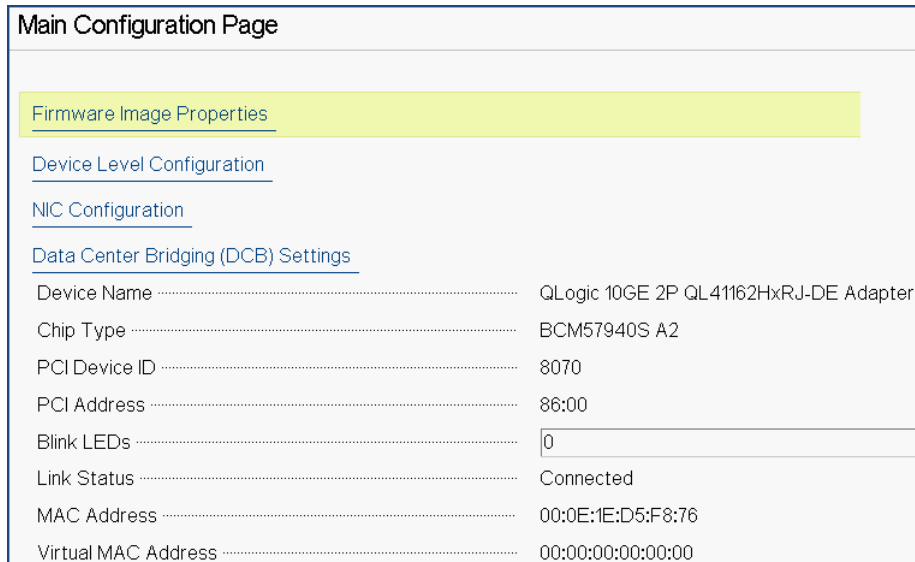
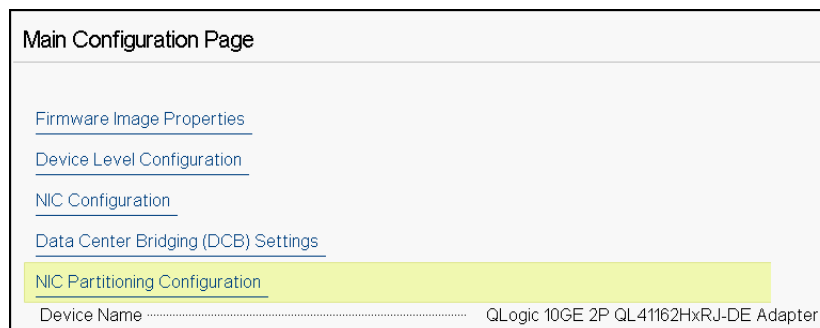

Figure 5-3. Page de configuration principale
Figure 5-4. Page de configuration principale, réglage du mode de partitionnement sur NPAR
La page de configuration principale (Figure 5-3) présente les options de gestion de l'adaptateur où vous pouvez définir le mode de partitionnement.
4. Sous **Configuration au niveau du périphérique**, définissez le **Mode de partitionnement** sur **NPAR** pour ajouter l'option **Configuration de partitionnement NIC** à la page de configuration principale, de la façon indiquée dans la Figure 5-4.
Dans la Figure 5-3 et la Figure 5-4, la page de configuration principale montre les éléments suivants :
1. Sur la page de configuration principale, sélectionnez **Configuration au niveau du périphérique** (voir la Figure 5-3 à la page 43), puis appuyez sur ENTRÉE.
1. Sur la page de configuration principale, sélectionnez **Configuration NIC** (Figure 5-3 à la page 43), puis cliquez sur **Terminer**.